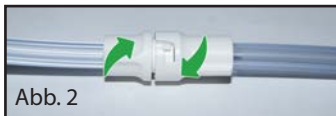

Abb. 2
- Die Anschlüsse drehen, um sie zu entsperren (Abb. 2).